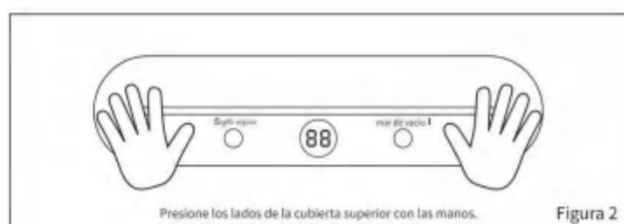

Figura 2
4. Presione ambos lados de la cubierta superior con la mano y escuche el sonido de "clac" que indica que la hebilla se ha abrochado. (Figura 2)